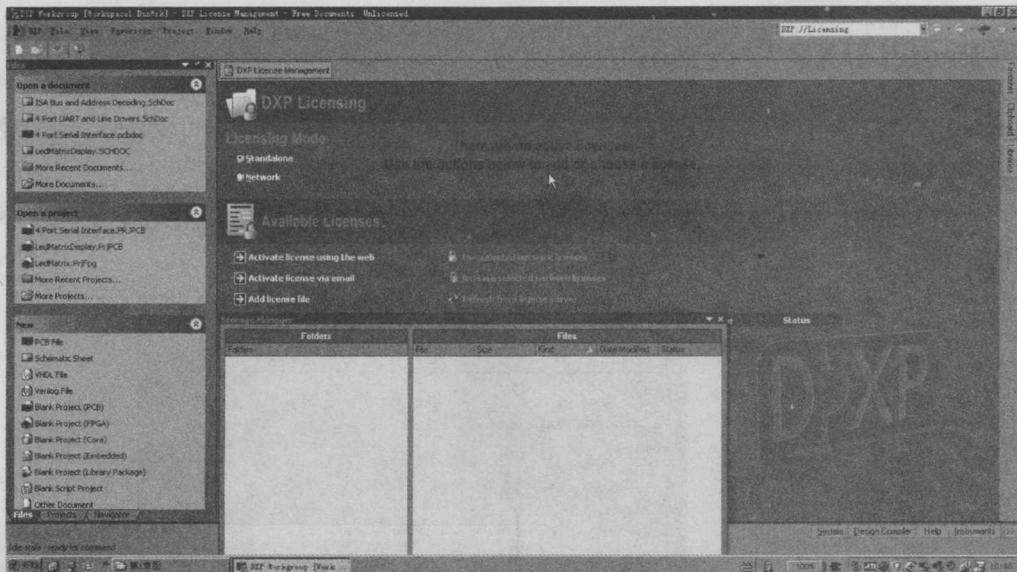

图 1-3 Protel DXP 工作界面
- 2) 启动完成后，Protel DXP 工作界面如图 1-3 所示。图中显示没有注册的红色提示，用户可选择有效的方式注册，注册成功后才能使用 Protel DXP。